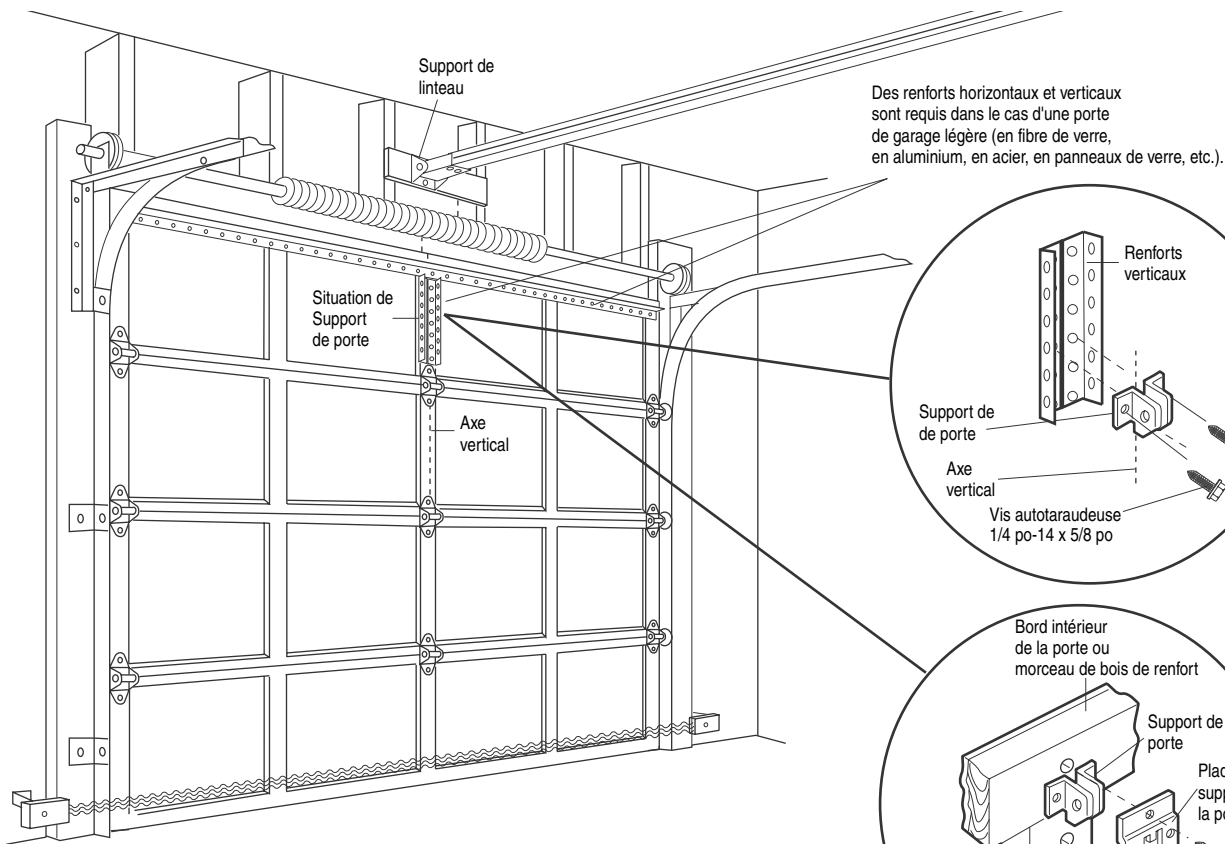

Figure 1
- Repérer et percer les trous de fixation gauche et droit de 5/16 de pouce. Faire tenir le support comme il est illustré à la Figure 1 si un renfort vertical a été utilisé.